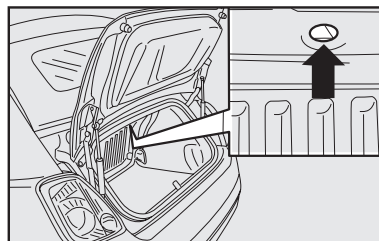

fig. 7
- Introduzir a chave na respectiva ranhura da parte de dentro do espaço do porta-malas, sob a chapeleira no ponto ilustrado na **fig. 7**.